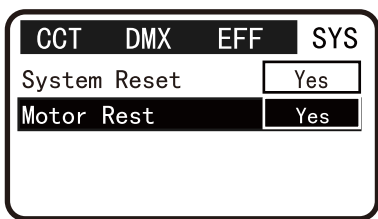
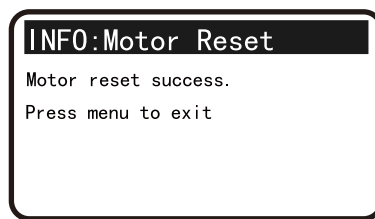

图11 电机复位选项
图13 电机复位结束
- ✧ 通过旋转、按压"MENU/ENTER"旋钮，按"**SYS**"→"**Motor Reset**"路径进行电机重置，电机复位过程如图11至图13所示